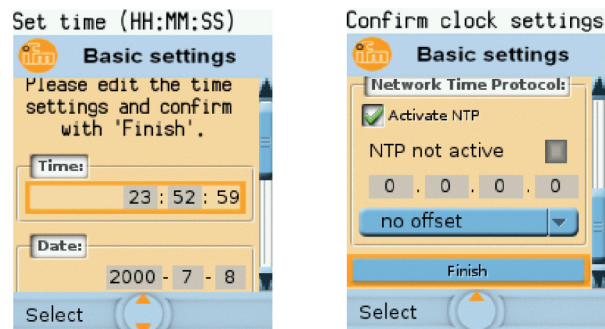

Abb. 84: Systemzeit einstellen - Option 1 und 2
- $[Uhrzeit]$  und  $[Datum]$  zeigen die aktuelle Systemzeit, siehe Abb. 84
- In Liste die Zeitzone des NTP-Servers wählen (UTC-Format), siehe Abb. 84